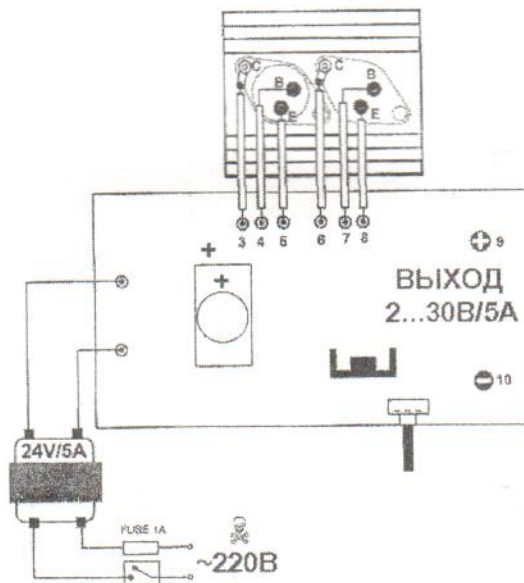

Рис.4 Схема подключения стабилизатора
- подключите провода от понижающего трансформатора; в соответствии со схемой, показанной на рис.4;